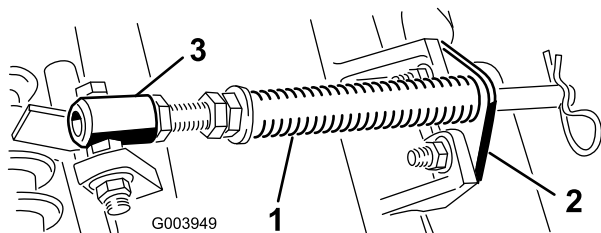

Рисунок 4
- А. Выверните два каретных болта и гайки крепления кронштейна штока к выступам режущего блока (Рисунок 4).
- В. Выверните фланцевую гайку крепления болта трубки пружины к выступу несущей рамы (Рисунок 4). Снимите этот узел.